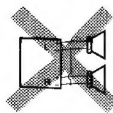
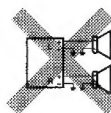

Fig. 1
Fig. 2
- **If the speaker wiring in your car is as illustrated in Fig. 1 and Fig. 2 below, DO NOT** connect the unit using that original speaker wiring. If you do, the unit will be seriously damaged.
- **Si el conexionado de altavoz de su automóvil es como se indica en las Fig. 1 y 2 de abajo, NO** conecte la unidad utilizando ese conexionado de altavoz original. Si lo hace, se producirán daños graves en la unidad.
- **Si le câblage des enceintes de votre voiture est réalisé comme montré sur la Fig. 1 ou Fig. 2 ci-dessous, NE CONNECTEZ PAS** l'appareil en utilisant ce câblage original d'enceintes. Si vous le faites, l'appareil sera sérieusement endommagé.